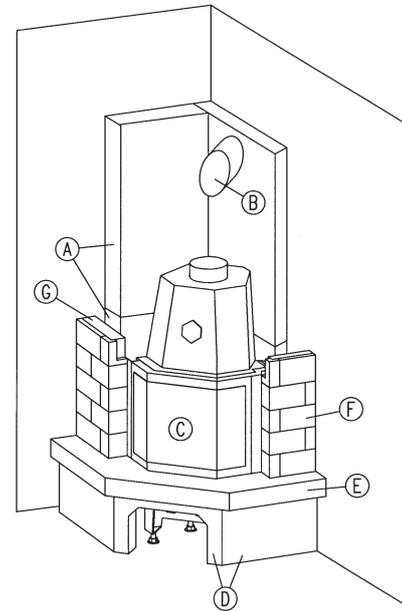

Abb. 5
- 7.1 Nun werden die Seitenteile zunächst an den dafür vorgesehenen Stellen trocken aufgesetzt. Achten sie darauf, dass zwischen den Seitenteilen und dem Rahmen des Wärmeerzeugers eine Fuge (ca. 2 mm) verbleibt, so dass sich der Wärmeerzeuger ausdehnen kann ohne die Seitenteile zu beschädigen. Unter Umständen ist es erforderlich, den Heizeinsatz noch etwas zu verrücken. (**Abb. 5**)
- 9.2 Um die Seitenteile vor übermäßiger Wärmeeinwirkung zu schützen, müssen diese auf der Innenseite mit 5 cm starken Gasbetonsteinen abgemauert werden. Verwenden Sie zum Verkleben der Gasbetonsteine mit den Seitenteilen Haftputz. **(Abb. 5)**